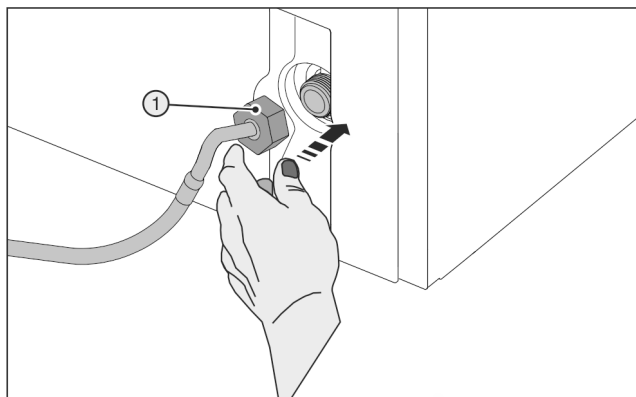

Fig. 24
- ▶ Opatrne nasadte maticu Fig. 24 (1) a rovno ju naskrutkujte na závit.
- ▶ Opatrne nasadte maticu Fig. 24 (1) a dvomi prstami ju rovno skrutkujte na závit, kým nedosiahnete bezpečné, pevné utiahnutie.
- ▶ Pomocný nástroj (5) používajte výhradne pri izbovej teplote.
- ▶ Maticu Fig. 24 (1) uťahujte pomocným nástrojom (5) v smere hodinových ručičiek, kým sa nedosiahne maximálny uťahovací moment a pomocný nástroj (5) sa nezačne pretáčať.